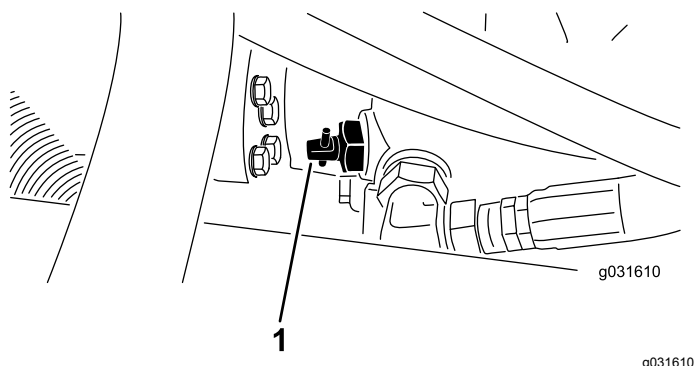

Рисунок 28
1. Найдите перепускной клапан на насосе и поверните его на 90° (Рисунок 28).